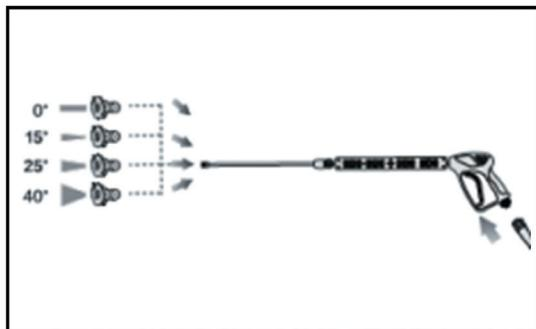

Рис. 12
- В комплекте с моделью GPW 250 поставляется 5 распылительных форсунок (0° , 15° , 25° , 40° , SOAP) (рис. 12). Форсунка SOAP предназначена для распыления моющего средства под низким давлением.